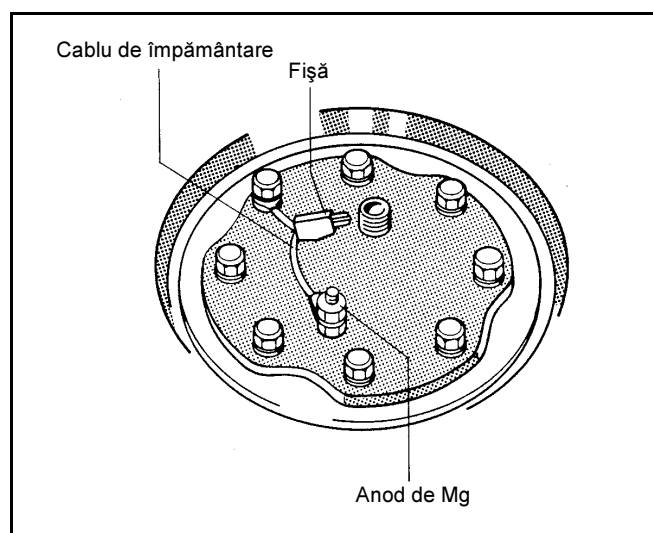

Fig. 11 SU 300 (SU E 300)
- Se verifică dacă este conectat cablul de împământare al anodului de magneziu (Fig. 11).
- Se deșurubează șuruburile cu cap hexagonal aflate pe capacul gurii de vizitare, se scoate capacul împreună cu anodul de magneziu și se verifică gradul de uzură al anodului de magneziu (SU 300, Fig. 11).